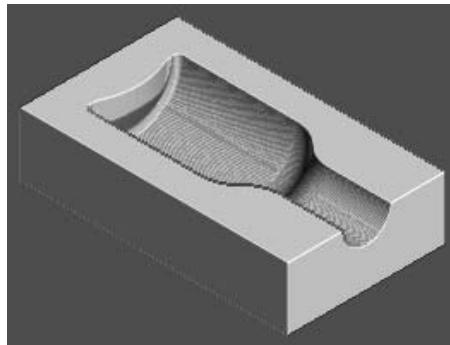

图 5-139 仿真加工结果 3
2) 在“仿真”工具栏的“当前刀具路径”下拉列表中选择要模拟的刀具路径 finish4, 然后单击“执行”按钮，系统开始自动仿真加工，仿真加工结果如图 5-139 所示。